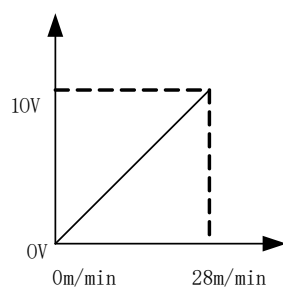

图 4-8 信号等效电路
4. 焊机实际设定送丝速度值与焊机电流模拟量接收值之间的对应关系，如图 4-8 所示；